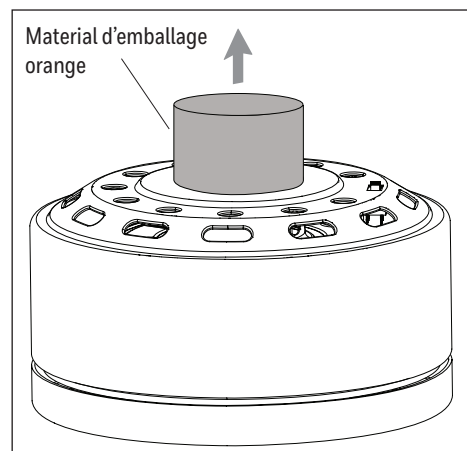

Figure 2.3
3. Retirez le matériel d'emballage orange de l'ensemble moteur (Figure 2.3).